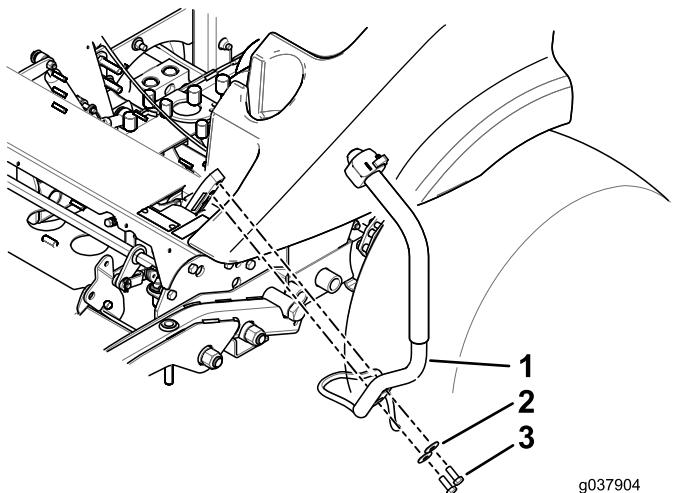

Figure 13
- Montez le levier neuf avec les rondelles et les boulons existants (Figure 13).